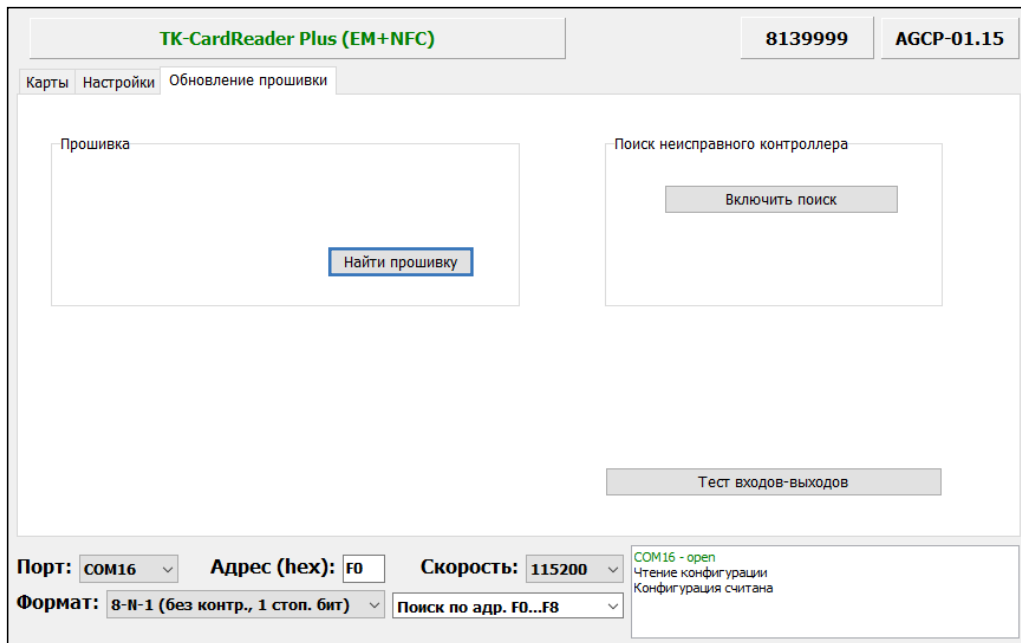

Рис.19. Обновление прошивки
- Перейдите на вкладку «Обновление прошивки» конфигуратора и нажмите кнопку «Найти прошивку» (**Рис.19**). После этого конфигуратор предложит выбрать нужный файл прошивки. Файл прошивки должен иметь расширение *.eraw*. Актуальную версию прошивки можно загрузить с официального форума ООО НПО «ТехноКом».